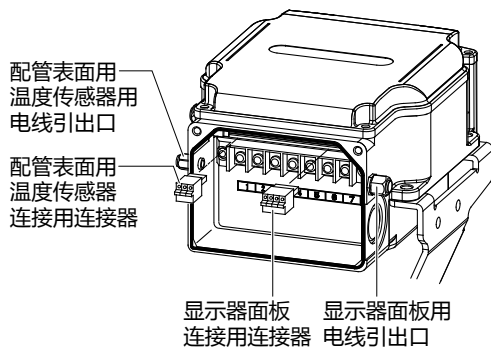

图15 连接器的连接
* 关于本产品中的服务管脚开关和旋转开关的位置，请参照『图15 设定用开关』。
- (1) 长按服务管脚开关10秒。
- (2) 进入调整模式。
- (3) 转动旋转开关，直至目标动作编号。